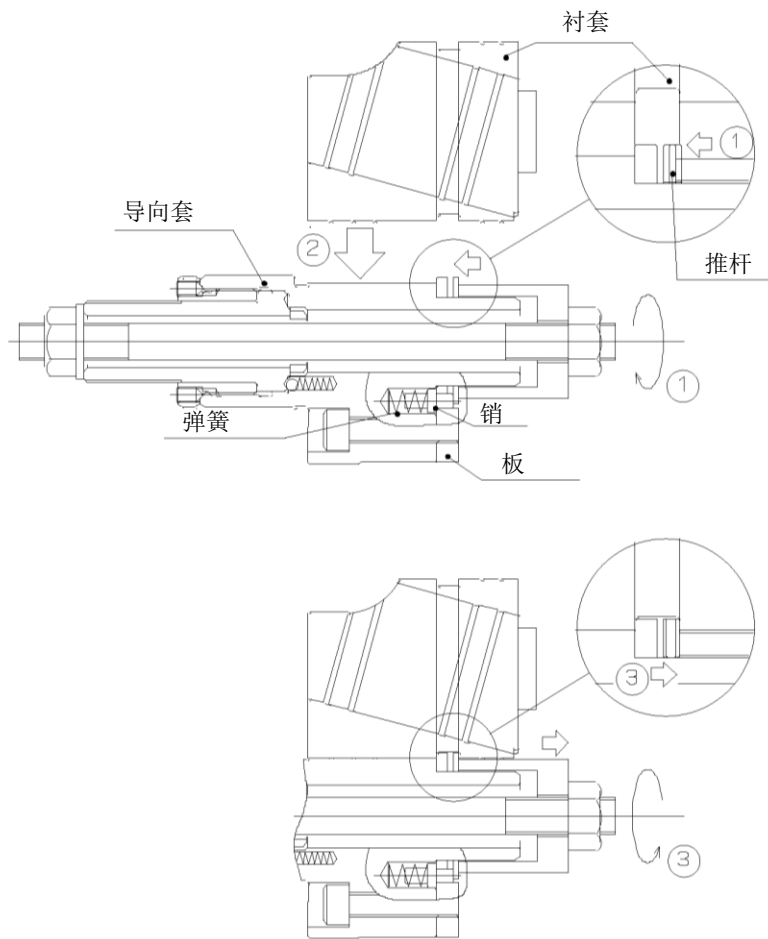

图 29
- ① 将推杆【14】安装在导向套【3】上，然后如图 29 所示安装夹具。
- ② 紧固板侧的螺母。此时，夹具 2 将压住推杆。
- ③ 将衬套【4】安装在导向套上。
- ④ 松开螺母，从导向套拆下夹具。